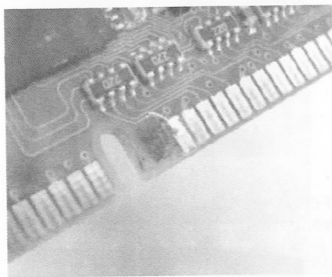

图 4-11 连接信号线
(5) 再把原来连接金手指的 PCB 线路阻焊漆刮掉, 涂少量焊膏, 用电烙铁把细铜丝与断线连起来 (见图 4-11), 把多余的线头切断, 轻刮干净多余的胶, 最后清洗一下即可。